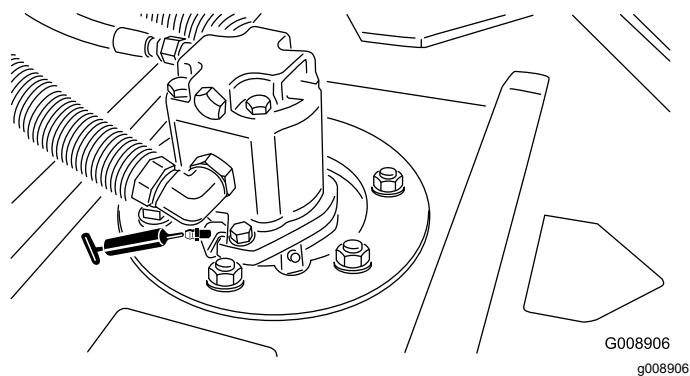

Figura 47
- Rolamentos do eixo da unidade de corte (2 por cada unidade de corte) – Figura 47